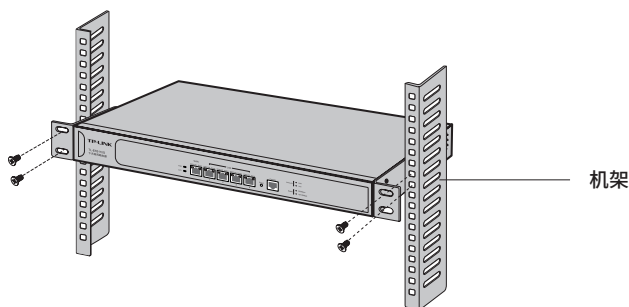

图2-2 机架安装示意图
4. 用螺钉将L型支架固定在机架两端固定的导槽上，确保路由器稳定、水平地安装在机架上，如图2-2所示。